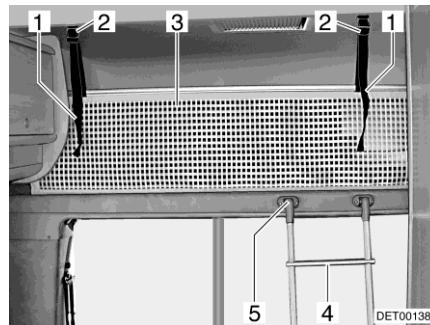

Fig. 83 Letto mansarda
Per salire sul letto mansarda, utilizzare la scaletta di accesso (Fig. 83,4) in dotazione ai modelli di serie.
- Agganciare la scalette con i longheroni nell'apposito supporto (Fig. 83,5) al diaframma della mansarda.
La rete protettiva (Fig. 83,3) è stivata sui modelli di serie tra il materasso e il telaio portamaterasso. Fissare la rete protettiva soltanto dopo che le persone si sono stese nel letto mansarda.
- Far innestare i nastri di sostegno (Fig. 83,1) nei supporti (Fig. 83,2) sul soffitto.